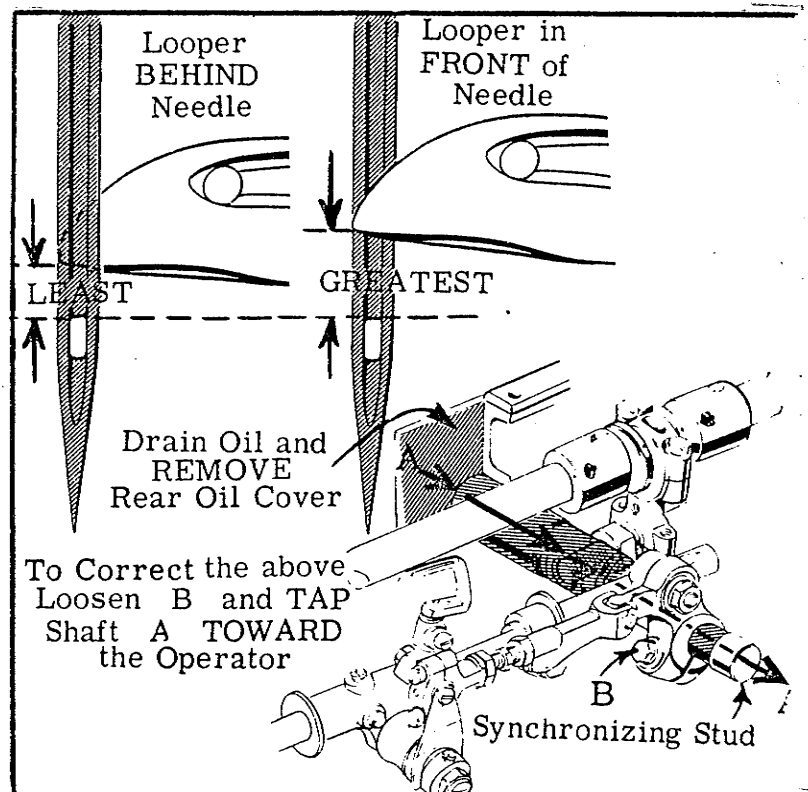

Fig. 19
Fig. 19 Si la distancia desde el ojo de la aguja hasta la punta del looper es más grande cuando el volante es fijado en la dirección contraria, mueva el eje oscilador palanca de impulso looper (A) hacia la parte delantera. El ajuste es realizado aflojando el tornillo de sujeción (B) de la palanca de impulso looper y golpeando el eje oscilador palanca de impulso looper (A) hacia la parte delantera (hacia la operaria). Una cantidad muy pequeña movimiento, generalmente es todo lo que se requiere.